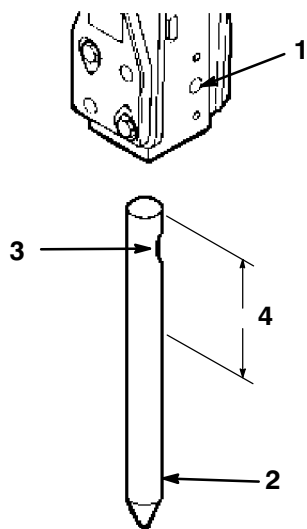

Abbildung 1
3. Mit einem Hammer und einem Dorn den Meißel-Haltestift zu 3/4 seiner Länge aus dem Bohrmeißelgehäuse heraustreiben (Abb. 1). Um den Meißel aus seinem Sitz zu lösen, ist beträchtliche Kraft erforderlich.
5. Die oberen 15 cm (6") des Meißels vollständig mit Fett einschmieren (Abb. 1).
6. Den Meißel so in die Halterung schieben, dass die Kerbe im Meißel nach rechts zeigt (Abb. 1).
7. Den Meißel-Haltestift einsetzen und mit einem Hammer an seinen Platz schlagen (Abb. 1).